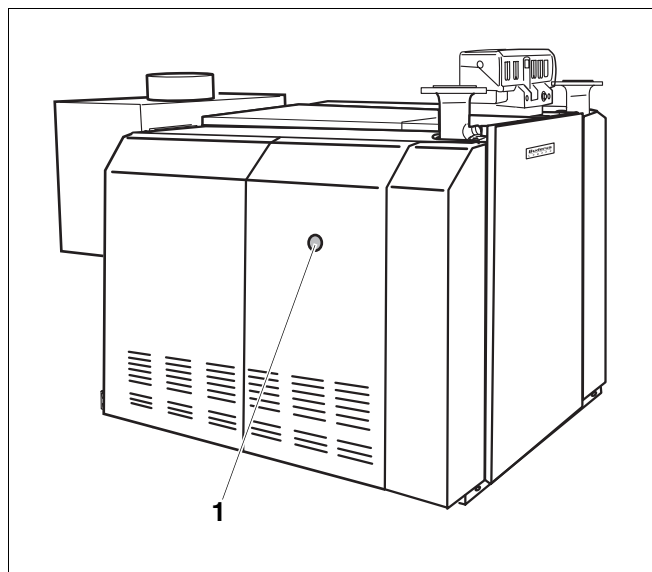

Рис. 8 Кнопка подавления помех
- Нажать кнопку подавления помех (рис. 8, **поз. 1**). Если после многократного нажатия кнопки газовая горелка не включается, то (см. главу 11 "Устранение неисправностей", стр. 58).